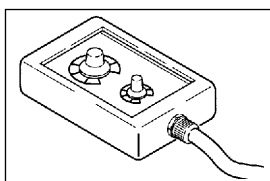

Fig. 8
2.2.4 Comando a distanza RC07 per saldatura MIG/MAG (Fig. 8)